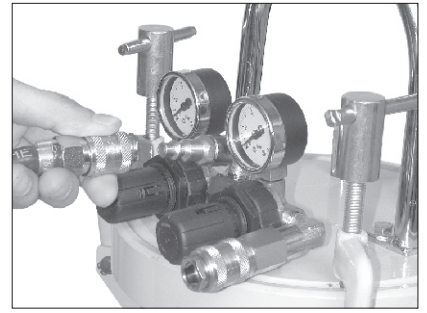

Fig. 12
- Raccorder le pot sous pression au compresseur ou au réseau air comprimé (Fig. 12).